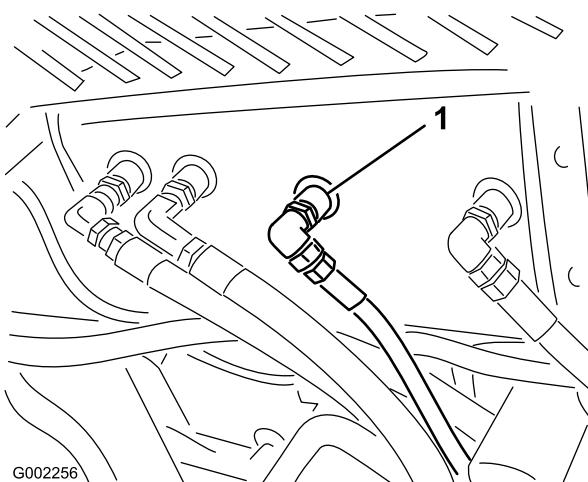

Figura 60
2. Limpie la zona alrededor del acoplamiento de uno de los manguitos hidráulicos, en la parte inferior del depósito de aceite hidráulico (Figura 60).
- Retire el acoplamiento del manguito del depósito y deje fluir el aceite al recipiente (Figura 60).